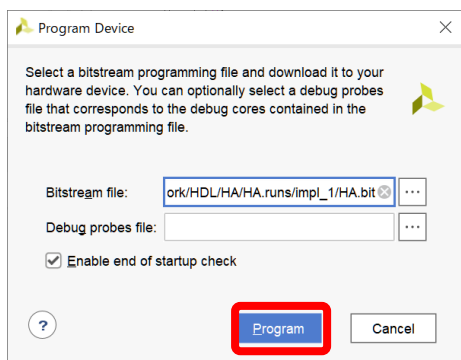

図 11.50 FPGA への実装の手順 16
- 19) 「Program」を選択する (図 11.50)。